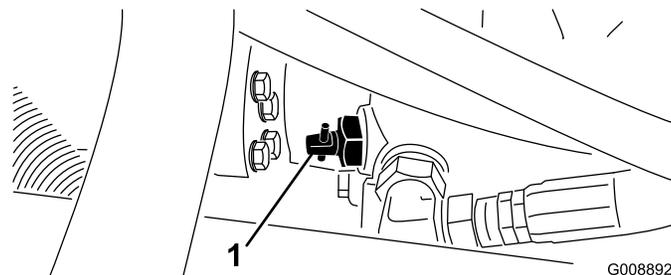

Figura 24
1. Girate la valvola di bypass, sulla pompa (Figura 24) a 90°.